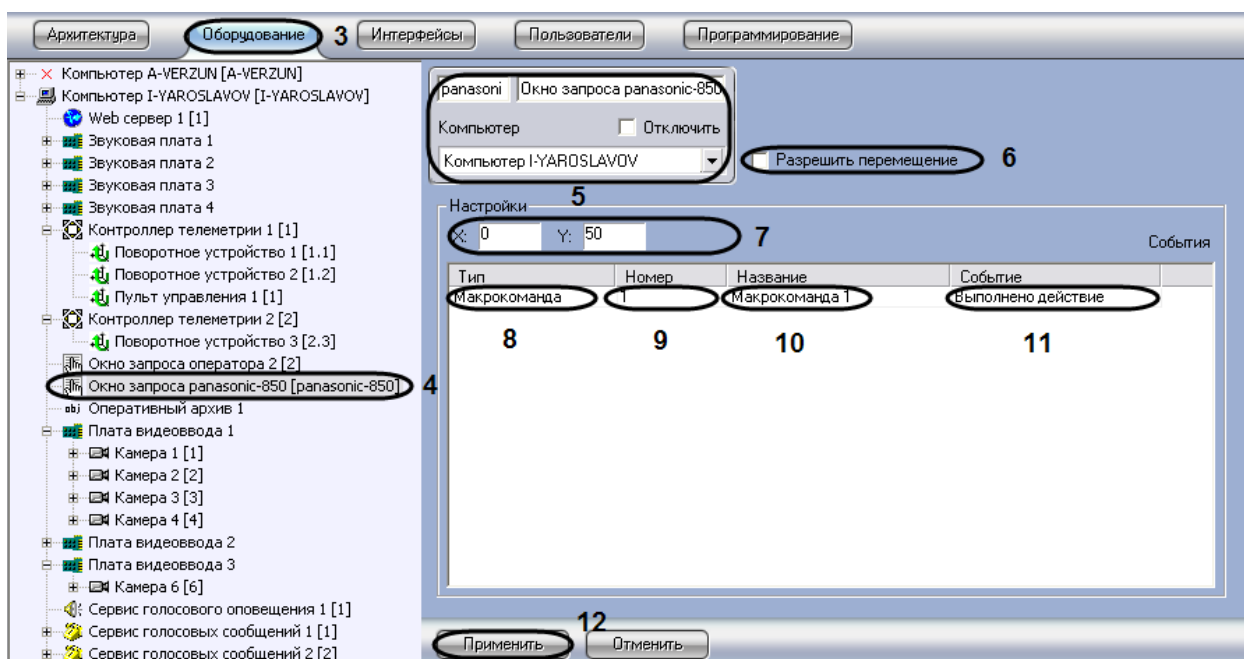

Рис. 3.4—12 Панель настроек объекта «Окно запроса оператора»
5. При создании объекта «Окно запроса оператора» требуется в поле задания идентификационного номера ввести имя файла (без расширения) диалогового окна, используемого для управления поворотным устройством (см. Рис. 3.4—12, 5).